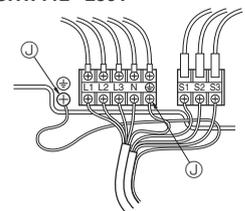

Fig. 7-2
7.1. Εξωτερική μονάδα (Fig. 7-1, Fig. 7-2)
- Συνδέστε τα καλώδια που αναφέρονται στην Fig. 7-1 και στην Fig. 7-2.